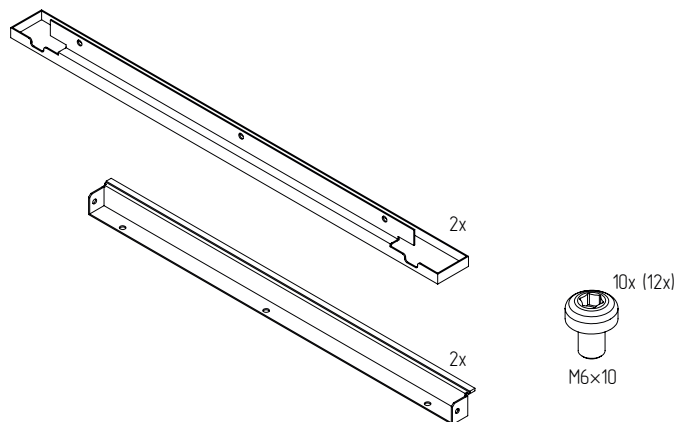

Рисунок 38 – Фальш-панель компенсационная
4.14.2 Проверить комплектность (рисунок 38).